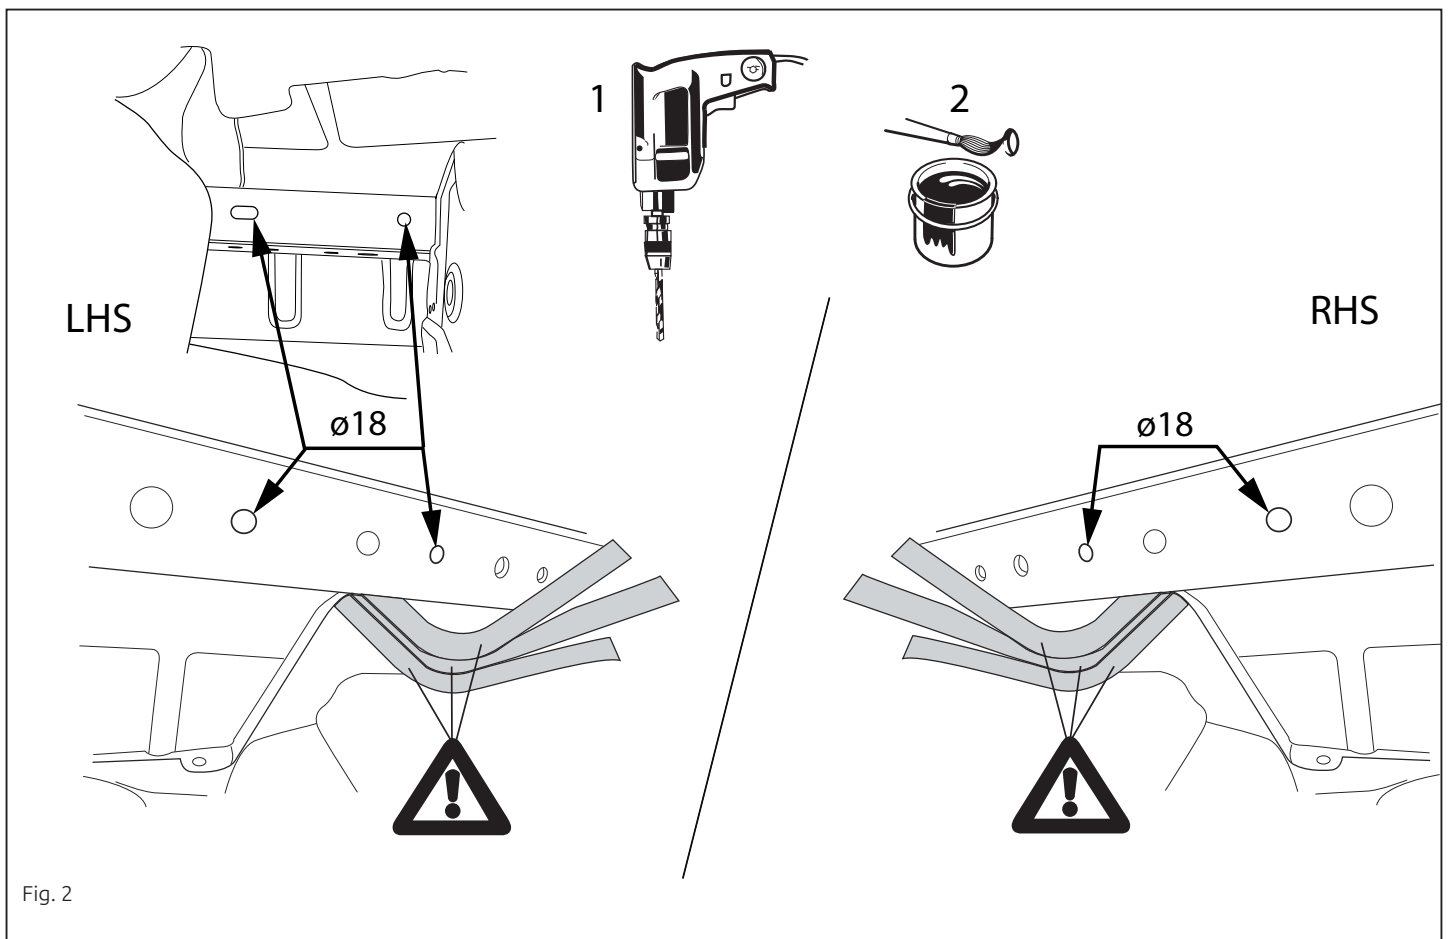

Fig. 2
5. Enlarge holes 10 mm of the chassis only to 18 mm. See figure 2.
5. Die Löcher 10 mm des Fahrgestells bis auf etwa 18 mm vergrößern. Siehe Abbildung 2.